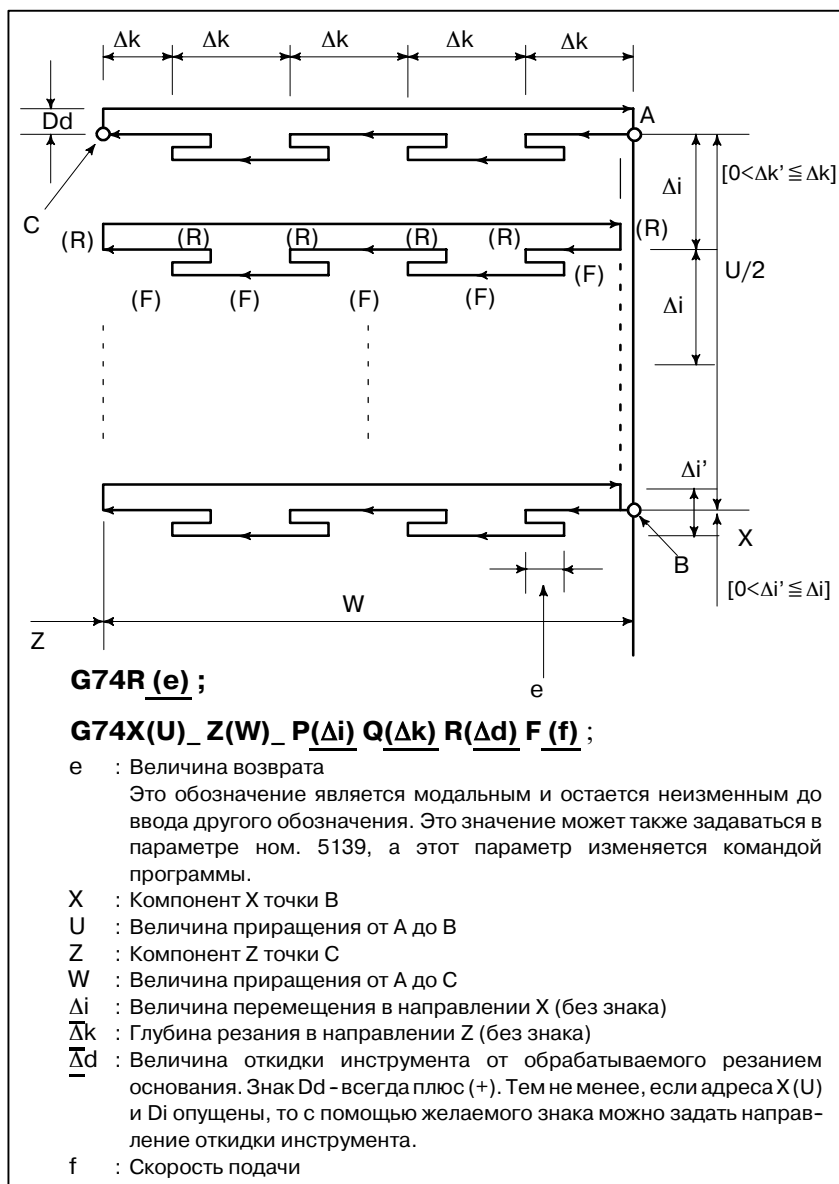

Рис. 13.2.5 Траектория резания в цикле сверления торцевой поверхности с периодическим выводом сверла
Следующая программа позволяет создать траекторию резания, показанную на рис. 13.2.5. В этом цикле возможно стружкодробление, как показано ниже. Если X (U) и P опущены, то в результате будет выполняться операция только по оси Z, используемой для сверления.